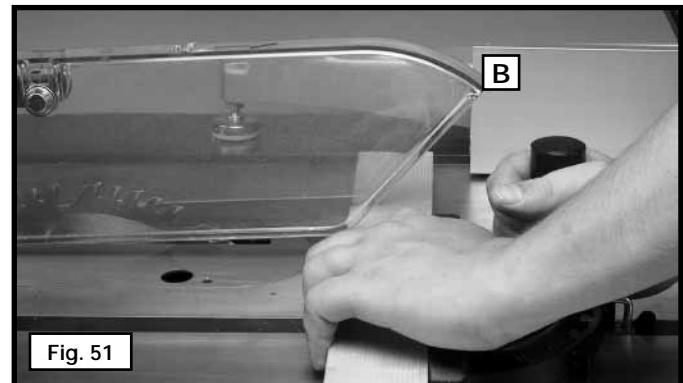

Fig. 51
**ATTENTION** Lors de l'utilisation du bloc (B) Fig. 51 comme jauge de coupe, il est très important de positionner l'extrémité arrière du bloc de façon à tenir l'ouvrage éloigné du bloc avant qu'il n'entre en contact avec la scie.